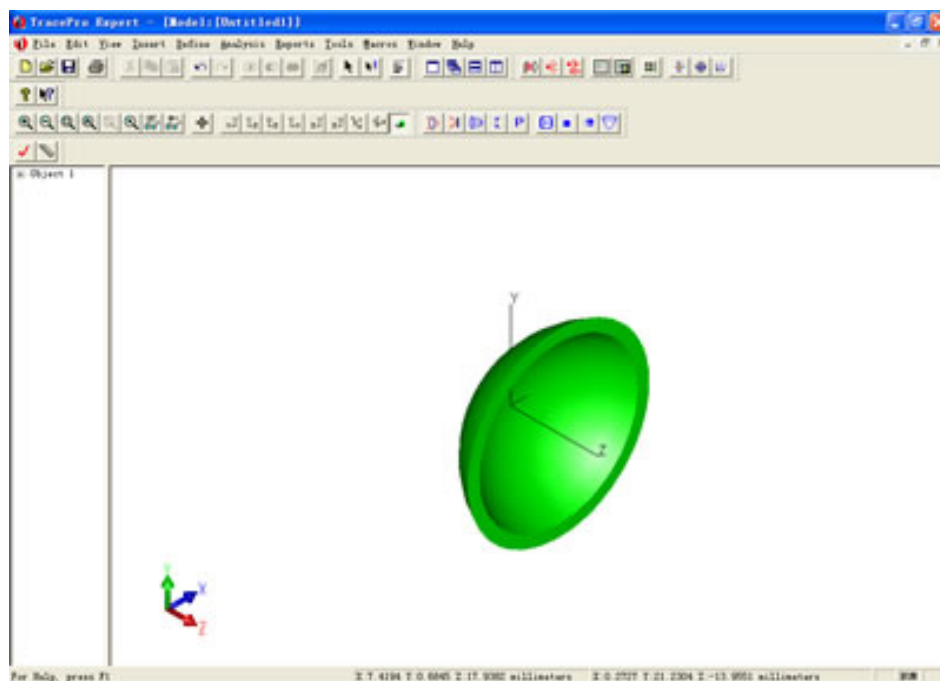

图 3.1.2
4. 点击Insert，使用工具栏图标区  缩小图形后，点击下拉菜单View → **R**ender进行渲染以后，反光碗实体模型如图 3.1.2：